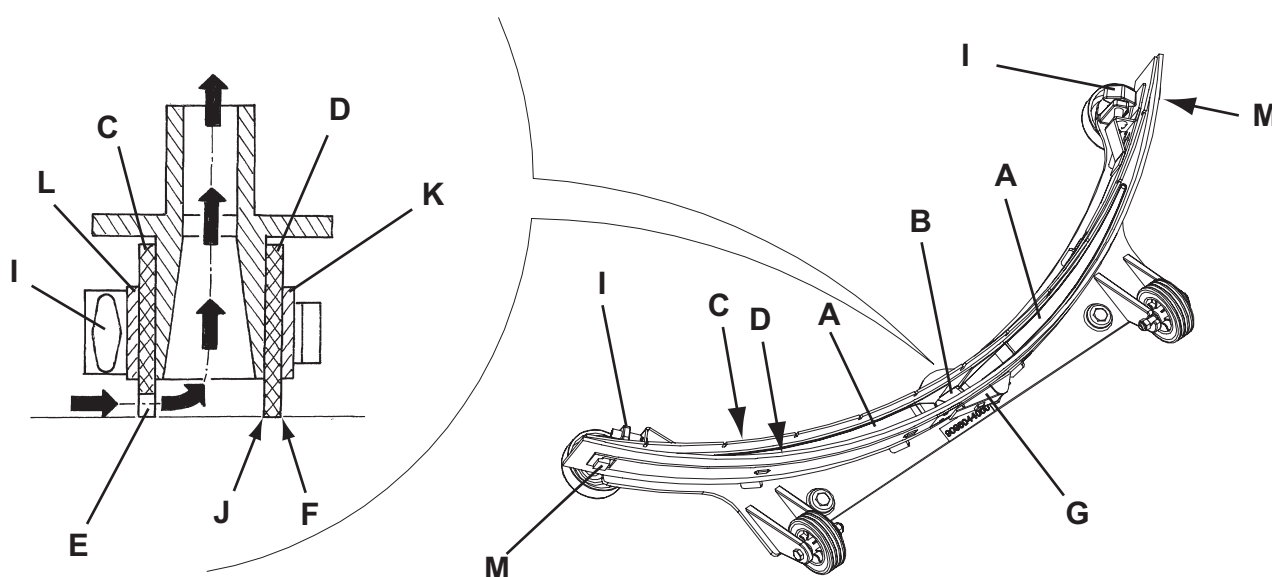

Figure 6
3. Baisser l'embouchure (21) au moyen du levier (7).
4. Desserrer les boutons (22) et déposer l'embouchure (21).
5. Déconnecter le tuyau d'aspiration (10) de l'embouchure.
6. Laver et nettoyer l'embouchure (Fig. 6). Nettoyer en particulier les compartiments de convoyage (A) et l'orifice d'aspiration (B) de la saleté et des déchets. Contrôler que la lamelle en caoutchouc avant (C) et la lamelle en caoutchouc arrière (D) sont intactes et qu'elles ne présentent pas de coupures ou déchirures ; dans le cas contraire, les remplacer (voir la procédure au paragraphe suivant).
1. Nettoyer l'embouchure (Fig. 6) comme décrit au paragraphe précédent.
2. Contrôler que le bord (E) de la lamelle en caoutchouc avant (C) et le bord (F) de la lamelle en caoutchouc arrière (D) se posent simultanément sur le marbre de contrôle, et en toute leur longueur ; dans le cas contraire, régler leur hauteur en procédant selon les instructions suivantes :
- Déposer le tirant (G), décrocher les dispositifs de retenue (M) et régler la lamelle en caoutchouc arrière (D), puis accrocher les dispositifs de retenue et installer le tirant.
- Desserrer les boutons (I) et régler la lamelle en caoutchouc avant (C), puis serrer les boutons.
3. Contrôler que la lamelle en caoutchouc avant (C) et la lamelle en caoutchouc arrière (D) sont intactes et qu'elles ne présentent pas de coupures ou déchirures ; en cas contraire, les remplacer en procédant comme suit. Contrôler que l'arête (J) de la lamelle en caoutchouc arrière n'est pas usée ; en cas contraire, tourner la lamelle en caoutchouc, en remplaçant l'arête usée avec l'une des trois arêtes intactes. Si toutes les arêtes sont usées, remplacer la lamelle en caoutchouc en procédant comme suit :
- Déposer le tirant (G), décrocher les dispositifs de retenue (M) et enlever la bande de retenue (K), puis remplacer / tourner la lamelle en caoutchouc arrière (D).
- Dévisser les boutons (I) et enlever la bande de retenue (L), puis remplacer la lamelle en caoutchouc avant (C).
4. Connecter le tuyau d'aspiration (10) à l'embouchure.